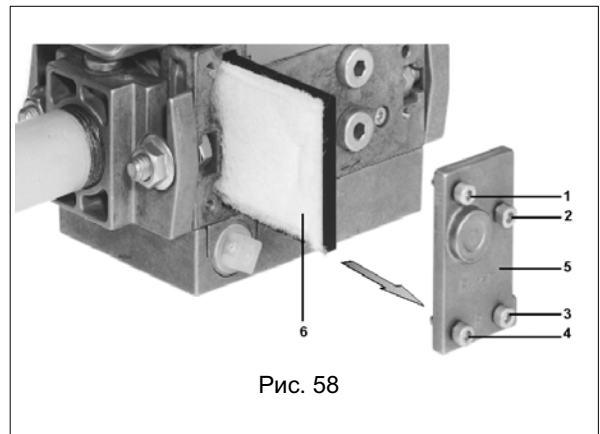
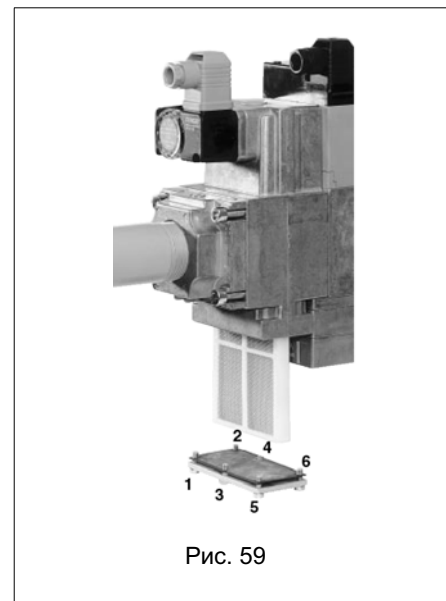

Рис. 58
Рис. 59
- Чистка и контроль патрона газового фильтра, при необходимости его замена (см. Рис. 58 и Рис. 59)
- 2 Отвинтите винты 1 ÷ 4 шестигранным ключом № 3 и снимите крышку фильтра 5 на Рис. 58.